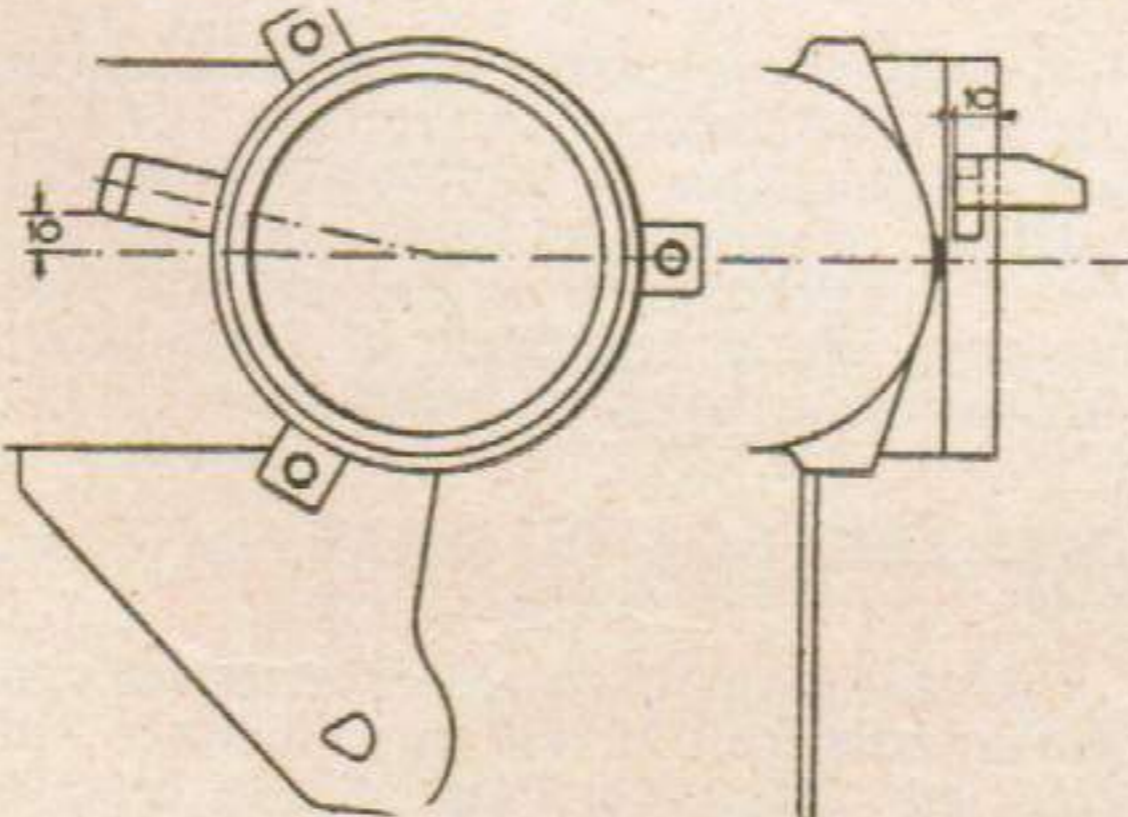

Fig. 36. — Position de la butée de débattement avant.
- Souder la nouvelle butée, en la positionnant, suivant les indications de la figure 36 (utiliser la soudure électrique, en protégeant le bras avec de l'amiante mouillé, pour éviter toute déformation de l'alésage du roulement.
- Monter la cage extérieure du roulement (36) ; intercaler, si elle existait au démontage, la rondelle (71).